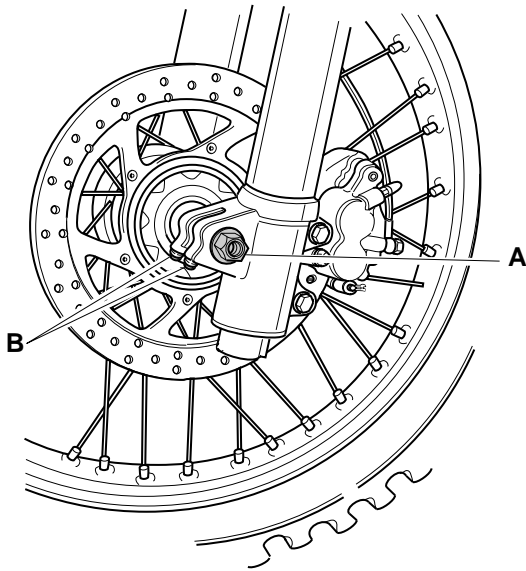
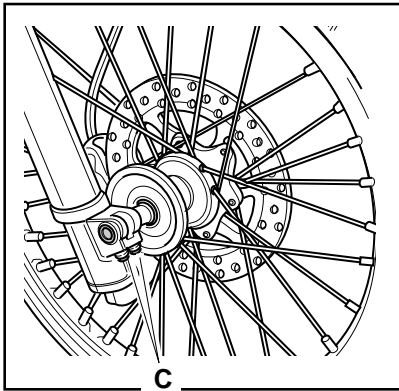

Fig. 28
Fig. 29
1. Allentare il dado "A" (Fig.28) sul perno ruota.
2. Allentare le due viti "B" (Fig.28) sul lato sinistro.
3. Allentare le viti "C" (Fig.29) sul lato destro.
6. Il montaggio (sequenza di serraggio) della ruota ha luogo seguendo i Rif."A"e"B" in Fig.28 ed "C" in Fig. 29. Ingrassare il perno della ruota prima che questo sia rimontato. Prima di serrare il supporto sinistro della forcella con le viti "C" (Fig.29) è importante che lo stesso si venga a trovare nella sua posizione naturale sull'asse della ruota. Ciò si ottiene facendo molleggiare 3 o 4 volte la forcella.
1. Unscrew the nut "A" (Fig.28) of wheel pin
2. Release the two screws "C" (Fig.28) on the right-hand side.
3. Then release the screws "B" (Fig.29) on the left-hand side.
6. To fit the wheel (tightening sequence) proceed in the sequence the ref. "A", "B" and "C" in the fig. 28-29. Fattening pivot of first wheel that it this one is remounting. Before tightening the Allen screws "C" (Fig.29) for the left-hand fork leg, it is important to ensure that the fork leg is in its natural state on the wheel shaft. This it obtains itself making be springing 3 or 4 turned front fork.
1. Mutter "A" (Abb.28) den Zentralen Bolzen losschrauben.
2. Beide Innensechskantschrauben "C" (Abb.28) auf der rechten Seite herausdrehen.
3. Beide Innensechskantschrauben "B" (Abb.29) auf der linken Seite herausdrehen.
1. Déserrer la vis "A" (Fig.28) du pivot de la roue.
2. Désserrez les deux vis "C" (Fig.28) de droite.
3. Désserrez ensuite les vis "B" (Fig.29) de gauche.
6. Le montage (sequence de serrage) de la roue doit suivre l'ordre de la référence "A", "B" et "C" de la figure 28 et 29. Graissez le pivot de la roue avant de le remettre en place. Avant de serrer la patte de gauche avec les vis "C" (Fig. 29), il est important de veiller à ce qu'elle occupe sa position naturelle sur l'axe. Pour obtenir cela, comprimez les bras de la fourche 3 ou 4 fois.